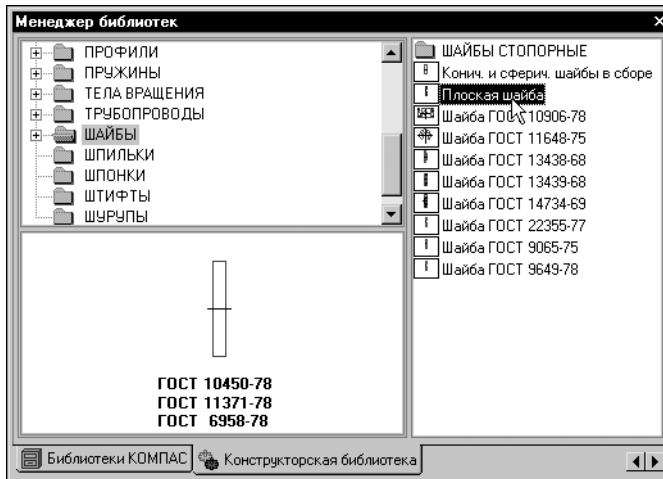

Рис. 57.28. Выбор библиотечного элемента
5. Раскройте раздел *Шайбы* и дважды щелкните по элементу *Плоская шайба* (рис. 57.28).